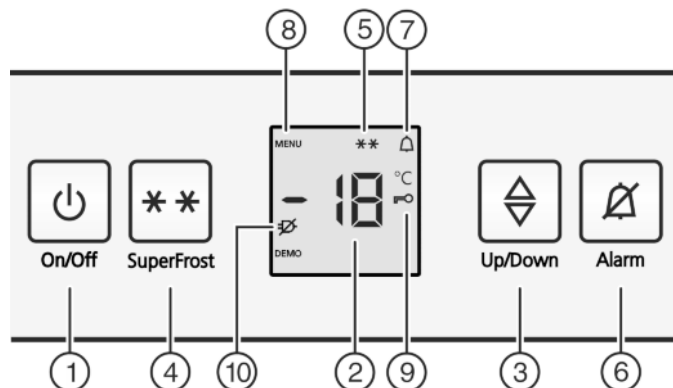

Fig. 2
- ▶ Taste On/Off Fig. 2 (1) drücken.
- ▶ Einstellmodus aktivieren: Taste SuperFrost *Fig. 2 (4)* ca. 5 Sekunden drücken.
- ▷ In der Anzeige wird das Symbol Menu *Fig. 2 (8)* angezeigt.
- ▶ Mit der Taste SuperFrost *Fig. 2 (4)* kurz bestätigen.
- ▷ Das Symbol Kindersicherung *Fig. 2 (9)* leuchtet in der Anzeige.
▶ Die Taste On/Off *Fig. 2 (1)* kurz drücken.
- ▷ Das Symbol Kindersicherung *Fig. 2 (9)* erlischt.
▶ Taste Alarm *Fig. 2 (6)* drücken.
Gleichzeitig blinkt die Temperaturanzeige und das Symbol Alarm *Fig. 2 (7)*.
Der Tonwarner verstummt automatisch, das Symbol Alarm *Fig. 2 (7)* geht aus und die Temperaturanzeige hört auf zu blinken, wenn die Temperatur wieder ausreichend kalt ist.